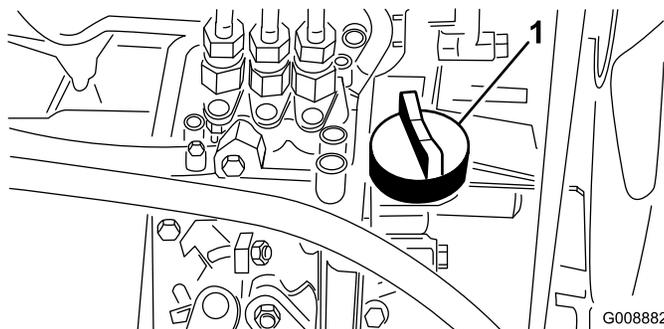

Figure 18
4. Si le niveau est bas, retirez le bouchon de remplissage (Figure 18) et versez progressivement de petites quantités d'huile, en vérifiant fréquemment le niveau, jusqu'à ce que l'huile atteigne le repère maximum sur la jauge.